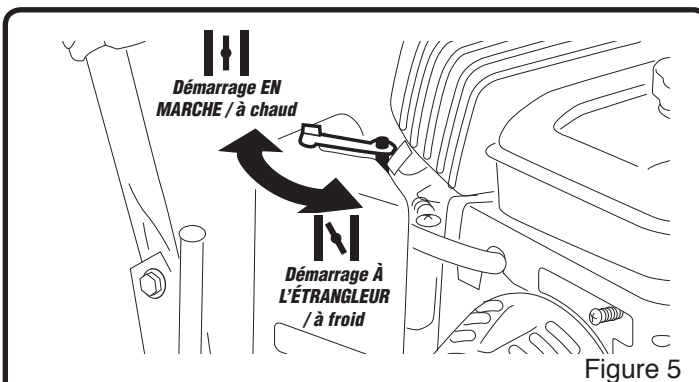

Figure 5
3. Tournez l'étrangleur vers la position "Choke". (Voir Figure 5)